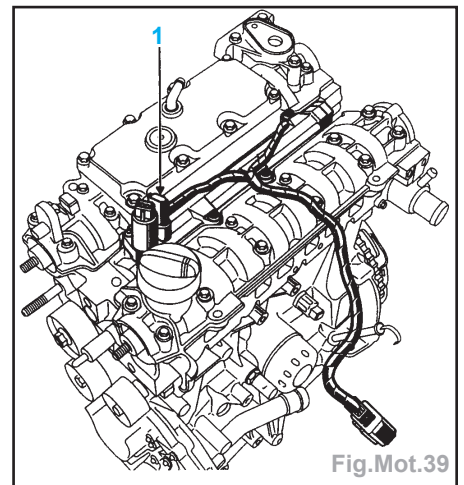

Fig.Mot.39
- Débrancher le capteur de pression (1) et le dévisser (Fig.Mot.39).